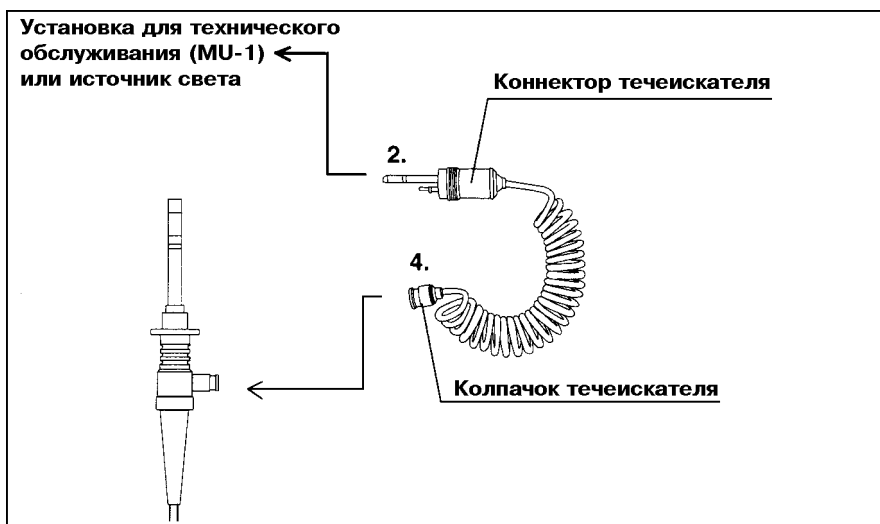

Рис. 7.8
2. Присоедините коннектор течеискателя к разъёму на выходе установки для технического обслуживания (MU-1) или источника света и включите электропитание установки или источника. В случае использования источника света, установите переключатель потока воздуха в положение «HIGH» или «3» (см. рис. 7.8).
4. Присоедините колпачок течеискателя к вентиляционному разъёму коннектора волоконно-оптического кабеля (см. рис. 7.8).